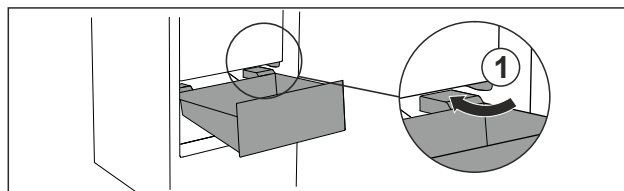

Fig. 93
- ▶ Zásuvku ved'te šikmo podél zarážek Fig. 93 (1).